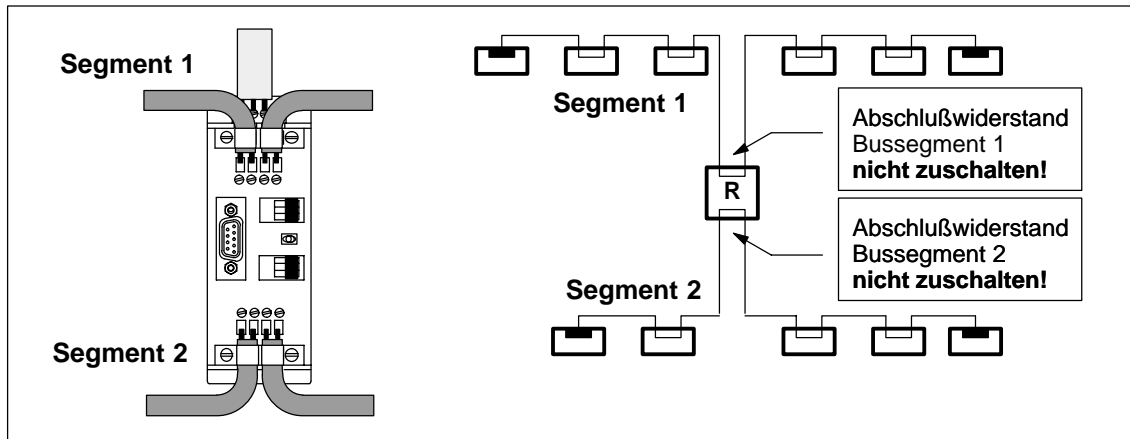

Bild 5-5 Anschluß zweier Bussegmente am RS 485-Repeater
- Segment 1 und Segment 2 am RS 485-Repeater durchgeschleift (siehe Bild 5-5)
Das Bild 5-5 zeigt die Kopplung zweier Segmente über einen RS 485-Repeater, wobei jede Busleitung am Repeater durchgeschleift wird: